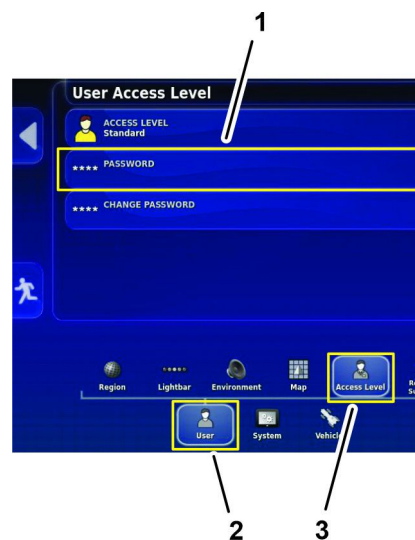

Figura 247
4. Nella schermata di configurazione, premete l'icona UTENTE e l'icona LIVELLO DI ACCESSO (Figura 247).
5. Premete l'icona PASSWORD (Figura 247).